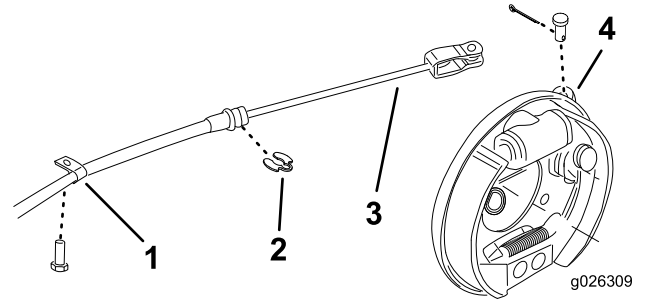

図 2
2. 駐車ブレーキのケーブル後輪用ブレーキレバーに固定しているコッターピンとクレビスピンを取る 図 2。
3. ブレーキケーブルをフレームに固定している R クランプと C クリップを外す 図 2。